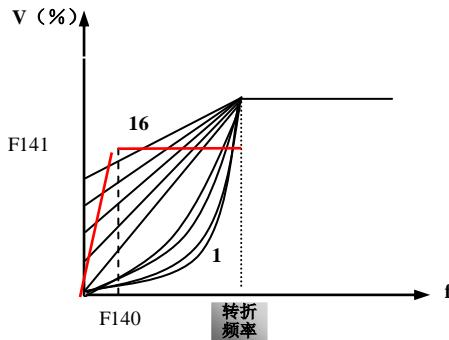

图 6-3 转矩提升示意图
- 如图 6-3 所示，当 F137=0 时，VF 曲线补偿量=Max (F138, F141);